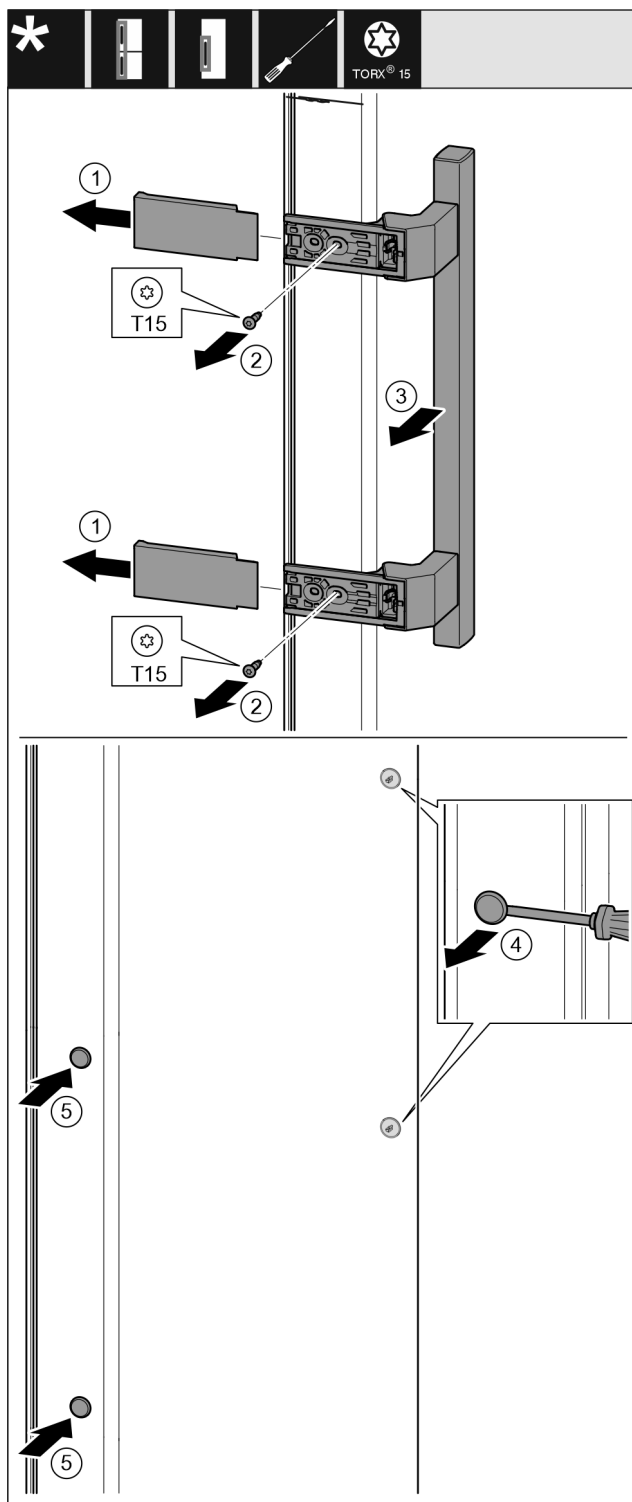

Fig. 21
- Rimuovere la copertura. Fig. 21 (1)
- Svitare le viti con il cacciavite T15. Fig. 21 (2)
- Rimuovere la maniglia. Fig. 21 (3)
- Con un cacciavite a testa a intaglio sollevare con cautela i tappi laterali ed estrarli. Fig. 21 (4)
- Inserire nuovamente i tappi sull'altro lato. Fig. 21 (5)